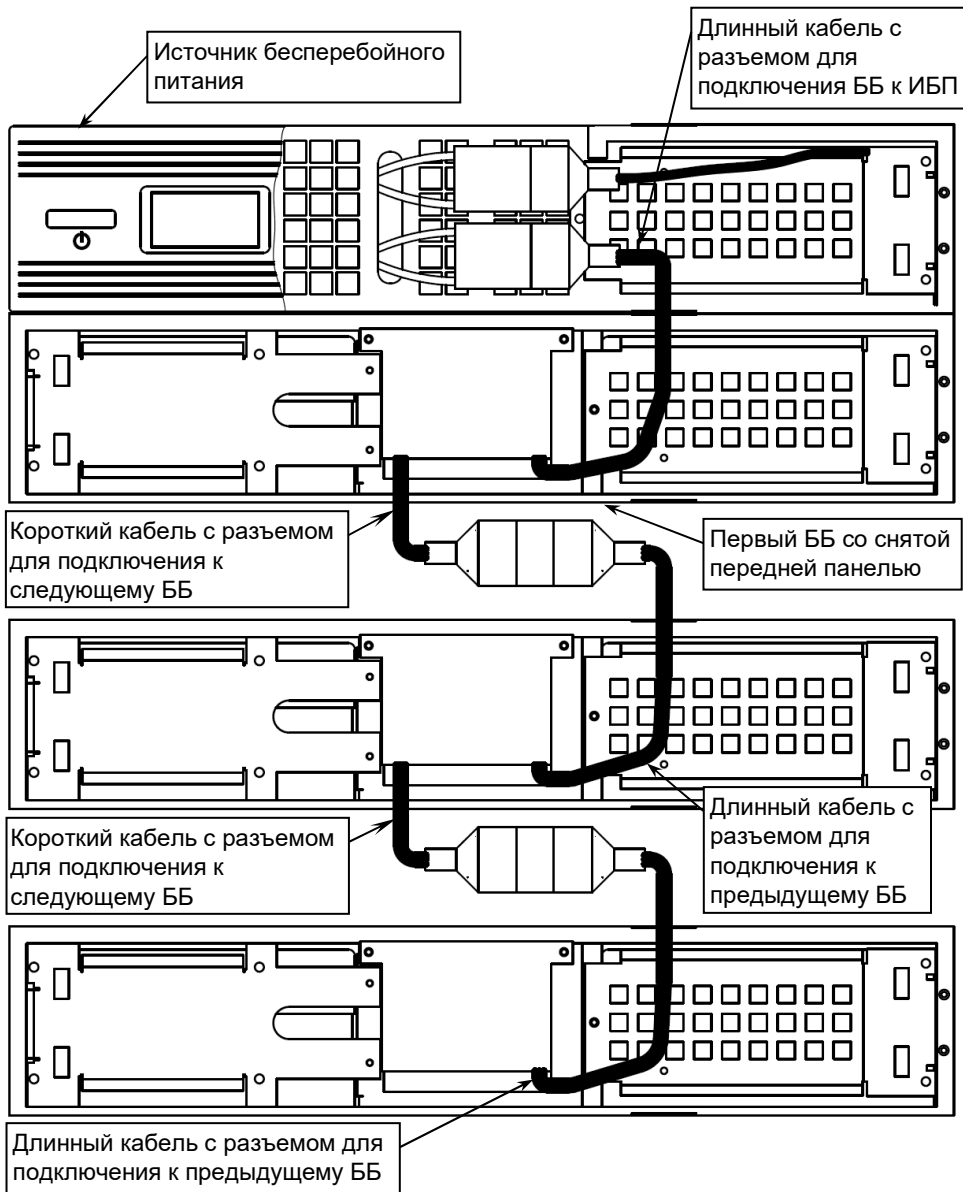

Рисунок 6 – Схема подключения к ИБП нескольких батарейных блоков
- При необходимости подключения второго ББ, вытащите из центрального отсека первого ББ короткий кабель с разъемом, соедините его с длинным кабелем второго батарейного блока и заправьте внутрь центрального отсека первого ББ полученное соединение (см. рисунок 6).